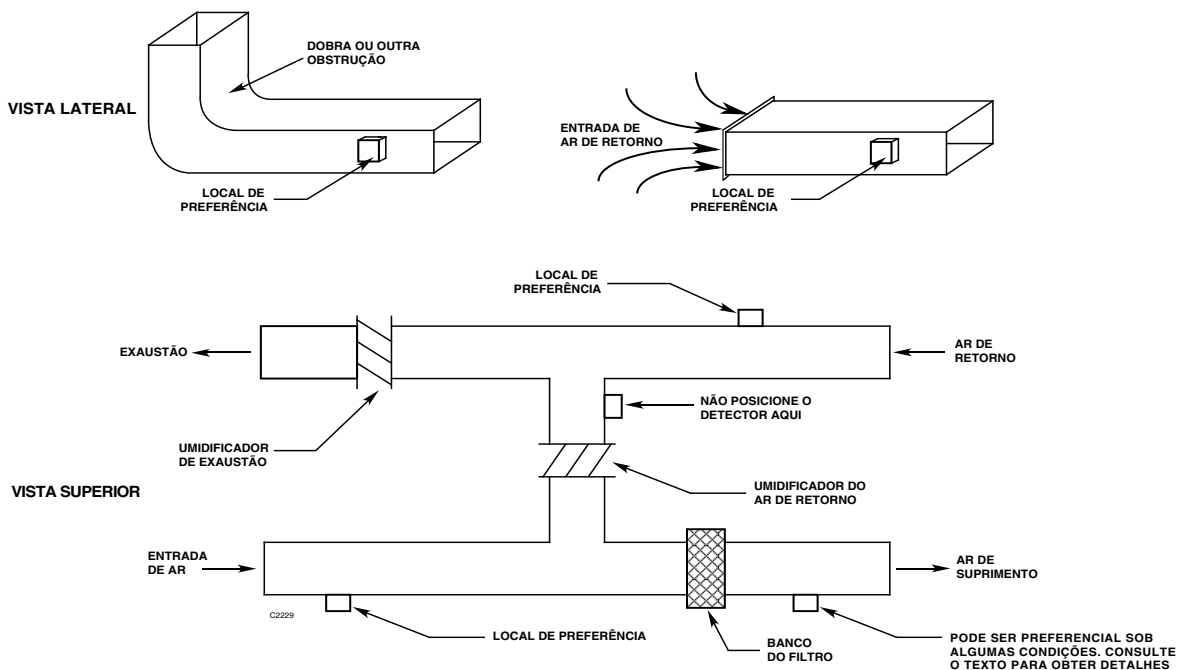

Figura 6 — Posicionamento do detector
1. O PIRDUCT deve ser instalado a jusante das dobras, das aberturas do duto ou das placas de deflexão. Esses locais permitem um fluxo de ar razoavelmente uniforme, sem turbulência e são homogêneos quanto à mistura de ar/gás. Consulte a Figura 6.